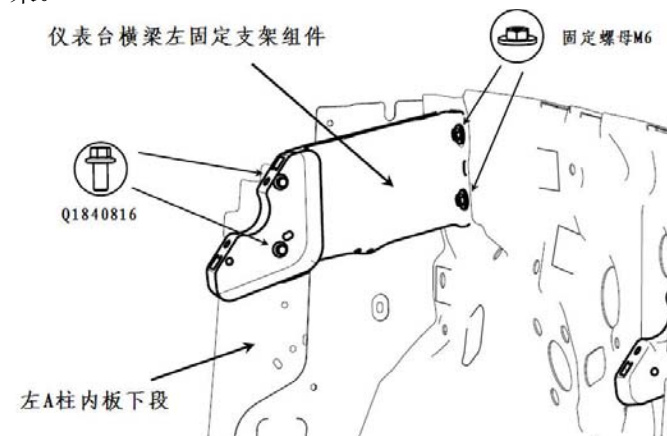

图 47
- 1). 仪表台横梁左固定支架组件安装点如图 47 所示, 将 M6 的固定螺母拆解下来, 将螺栓拆解下来, 即可将仪表台横梁左固定支架组件拆解下